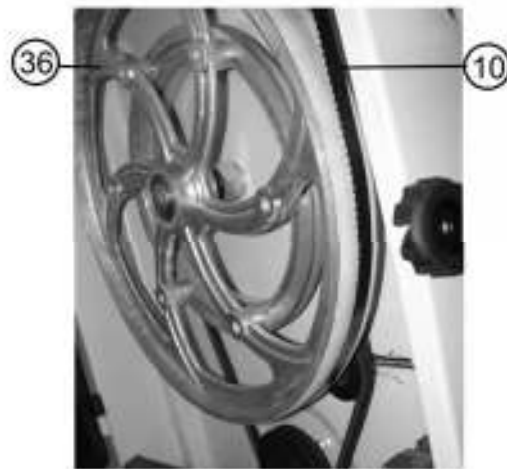

Рис.10
11.4. Регулировка натяжения пильной ленты (Рис. 10, 11, 12)